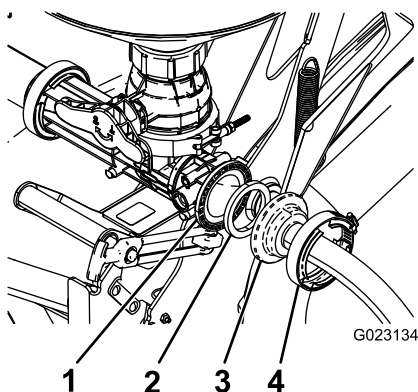

Рисунок 25
1. Присоедините конец шланга подачи без стакана к заднему отверстию клапана эдуктора, используя прокладку и хомут с червячным винтом (Рисунок 25).